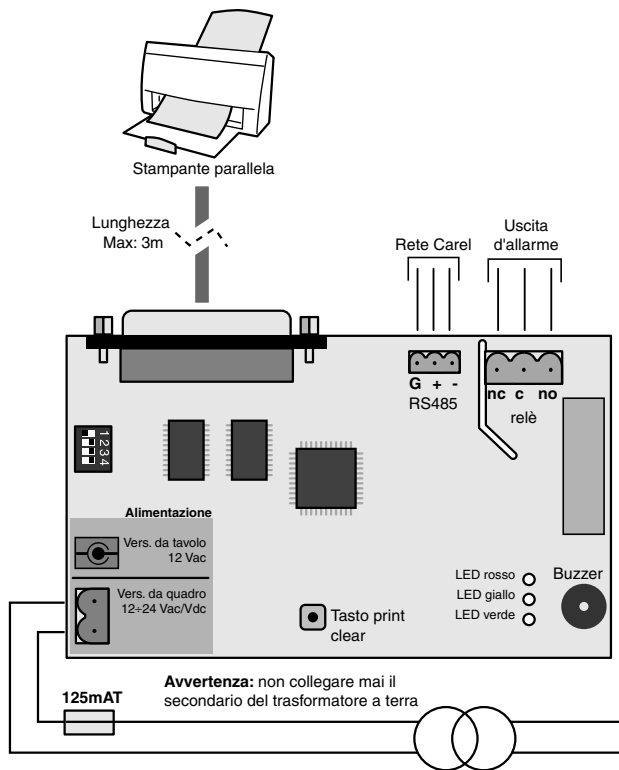

Fig. 1
**Connessioni elettriche** (riferimento Fig. 1)